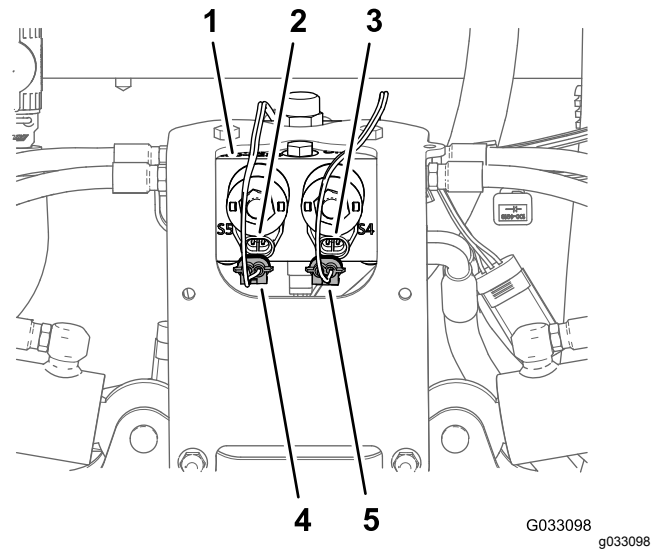

Рисунок 16
1. Отсоедините 2-гнездовой разъем жгута проводов комплекта ультразвукового выравнивания стрелы от 2-штыревого разъема электромагнита включения правого цилиндра в коллекторе подъемного цилиндра (Рисунок 16).
2. Отсоедините 2-гнездовой разъем жгута проводов комплекта ультразвукового выравнивания стрелы от 2-штыревого разъема электромагнита включения левого цилиндра в коллекторе подъемного цилиндра (Рисунок 16).